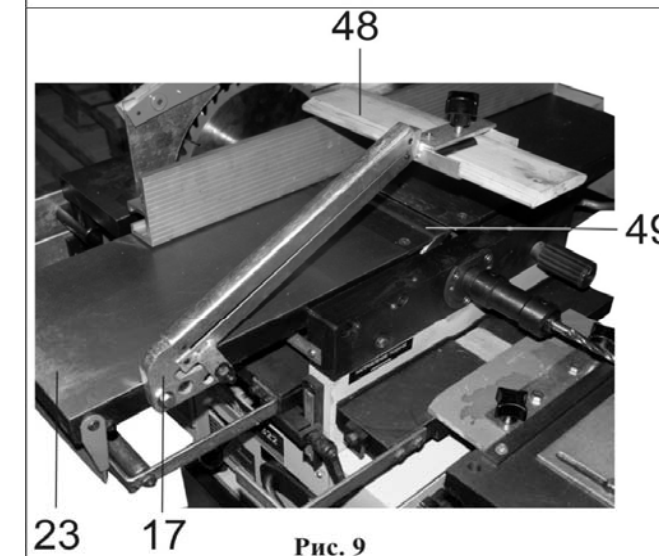

Рис. 9
8.2.6. На боковой поверхности стола подачи (23) установите и закрепите кронштейн защитной планки рабочего вала (17). На кронштейне (17) установите и закрепите защитную планку (48), Рис.9.
- по шкале рельсы (46) определить положение направляющей планки (15) и зафиксировать положение ручкой фиксации (47);
- болтом фиксации (64) зафиксировать выбранный угол наклона направляющей планки (15) относительно подающего стола (23) (см. пункт 9.6);
- поворотом ручки фиксации (34) ослабить фиксацию положения строгального стола подачи (23);
- ручкой регулировки высоты строгания (33) установить необходимую глубину строгания (см. пункт 9.5);
- защитной планкой (48) закрыть не принимающую участия в строгании часть строгального вала (49), Рис.9;
- при выполнении несквозного строгания защитным кожухом (14) закрыть не принимающую участия в строгании часть строгального вала (49), Рис.9,16;
- ослабить фиксацию ручки (26), ручкой регулировки высоты рабочего стола рейсмуса (24), установить необходимое положение рабочего стола рейсмуса (30). Положение зафиксировать ручкой (26);